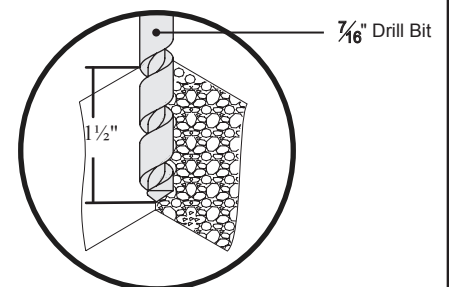

Figure 21. Le perçage des trous de montage
- A chaque emplacement marqué, percer un trou $\frac{7}{16}$ " de 1 $\frac{1}{2}$ po de profondeur (Figure 21). Répétez cette étape pour les autres sites.